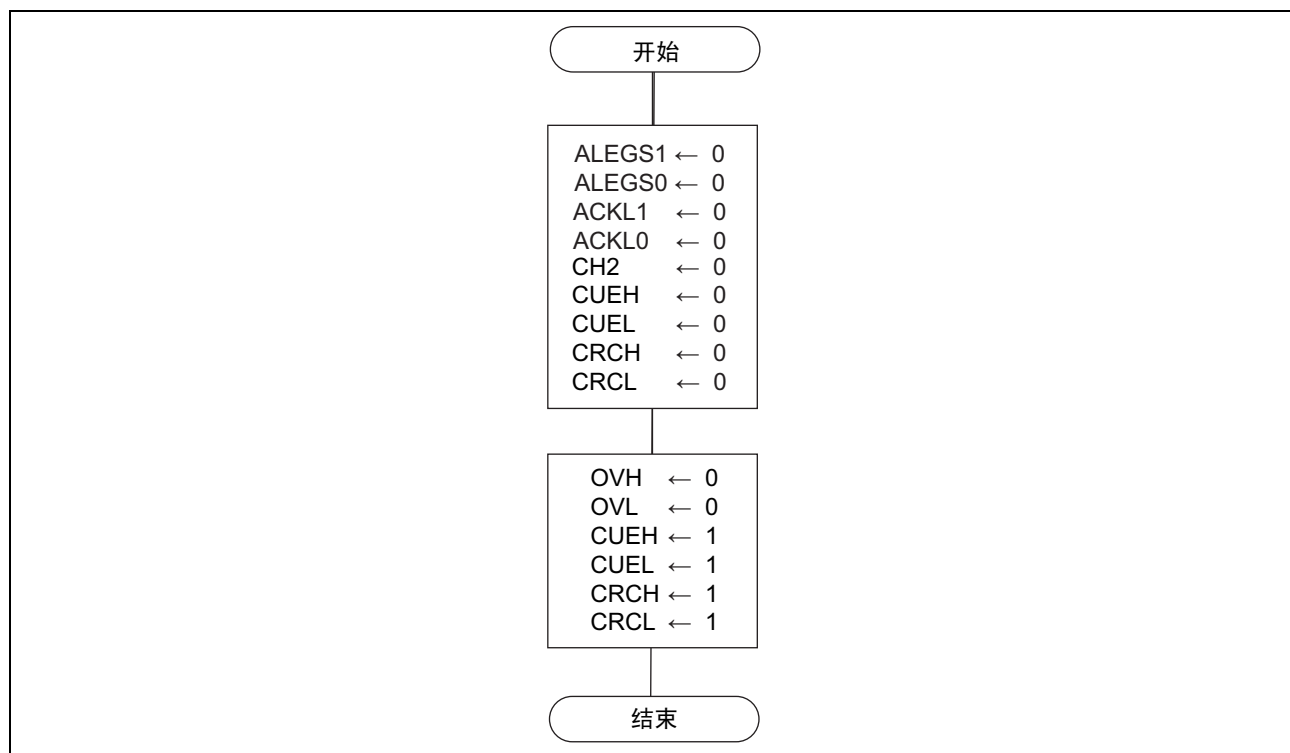

图 2 16 位异步事件计数器的设定方法的例子
(4) 用作 16 位异步事件计数器时的设定方法的例子如图 2 所示。
因为在复位时 CH2 被清"0", 所以在复位后 ECH 和 ECL 作为 16 位事件计数器运行。另外, 也可通过如图 2 所示的设定, 作为 16 位事件计数器运行。运行时钟为 AEVL 管脚的异步事件输入。如果在 ECH 和 ECL 的计数值都变为 H'FF 后输入时钟, ECH 和 ECL 就溢出, ECCSR 的 OVH 标志被置"1", ECH 和 ECL 的计数值各自返回到 H'00, 重新开始累加计数。在发生溢出时, IRR2 的 IRREC 被置"1"。此时, 如果 IENR2 的 IENEC 为"1", 就向 CPU 请求中断。